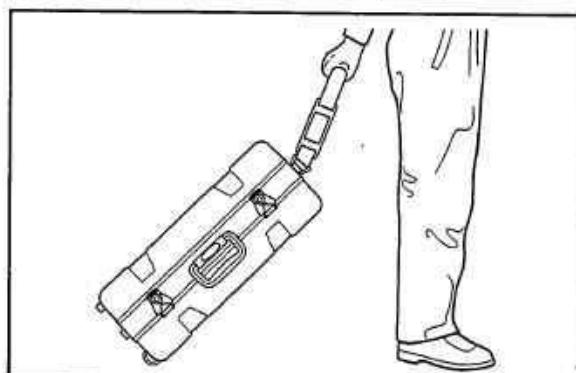

図 3.3
- ・ ホイールを使用する場合はベルトをホイールに対向する側に取り付けてください。又ベルトは適切な長さに調整してください。(図 3.3 参照)